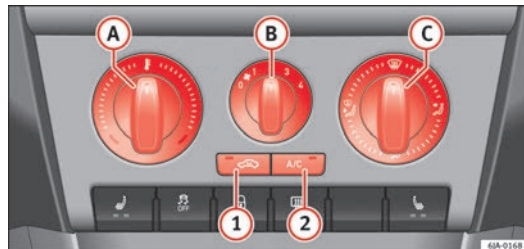

Abb. 98 Klimaanlage: Bedienelemente
Die Kühlung arbeitet nur dann, wenn die Taste **AC** **2** ⇒ Abb. 98 ⇒ Seite 137 gedrückt ist und folgende Bedingungen erfüllt sind:
- Drehen Sie den Drehregler **A** ⇒ Abb. 98 nach rechts, um die Temperatur zu erhöhen.
- Drehen Sie den Gebläseschalter **B** ⇒ Abb. 98 in eine der Positionen 1 bis 4, um das Gebläse einzuschalten.
- Mit dem Luftverteilungsregler **C** ⇒ Abb. 98 regeln Sie die Richtung des Luftaustritts ⇒ Seite 134.
- Drücken Sie die Taste **A/C** **2** ⇒ Abb. 98. Die Kontrollleuchte in der Taste leuchtet auf.
- Bedienelemente A ⇒ Abb. 98 ⇒ Seite 137, B, C und die Tasten 1 und 2.
- Drücke Sie die Taste  **1** ⇒ Abb. 98 ⇒ Seite 137. Die Kontrollleuchte in der Taste leuchtet auf.
- Drücke Sie erneut die Taste  **1** ⇒ Abb. 98 ⇒ Seite 137. Die Kontrollleuchte in der Taste erlischt.
Wenn der Luftverteilungsregler  ⇒ Abb. 98 ⇒ Seite 137 auf die Position  gestellt ist, schaltet sich der Umluftbetrieb automatisch aus. Sie können den Umluftbetrieb in dieser Position wieder einschalten, indem Sie die Taste  drücken.